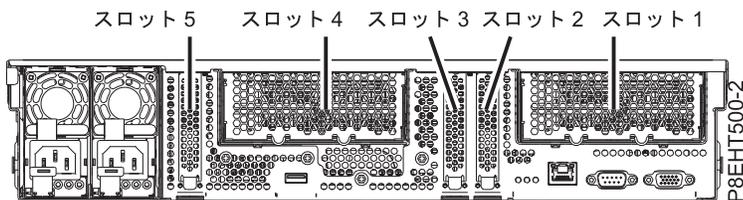

図 36. PCIe スロットが示されている 8335-GCA または 8335-GTA システムの背面図
2. PCIe アダプターに適切なスロットを選びます。図 36を参照してください。